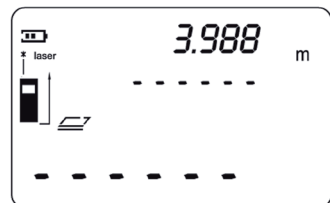

Abb. 9
4. Die Read-Taste betätigen, um die gemessene Länge in der ersten Zeile des Displays anzuzeigen. (Abb. 9).